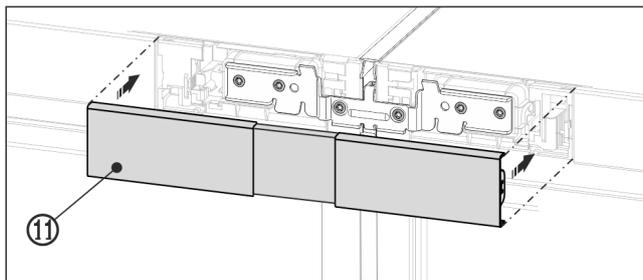

Fig. 19 例图
- ▶ 将上盖板 Fig. 19 (11) 卡紧在两块操作板中间空位处。注意，盖板外侧必须与操作板平整连接。